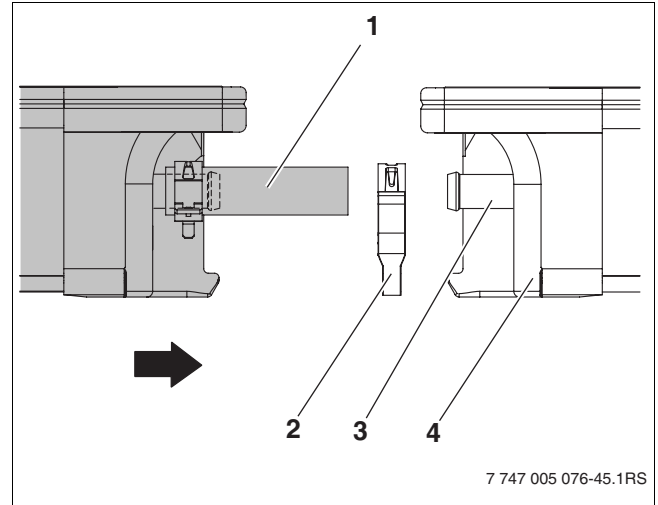

Bild 65 Zweiten Kollektor an den ersten schieben
- Zweiten Kollektor mit den vormontierten Solarschläuchen (Bild 65, [1]) oben auf die Profilschienen legen und in die Abrutschsicherungen gleiten lassen.
- Bei beiden Verbindungen die zweite Federbandschelle (Bild 65, [2]) auf den Solarschlauch [1] schieben.
- Zweiten Kollektor so an den ersten Kollektor (Bild 65, [4]) schieben, dass die vormontierten Solarschläuche auf die linken Anschlüsse [3] des ersten Kollektors geschoben werden.